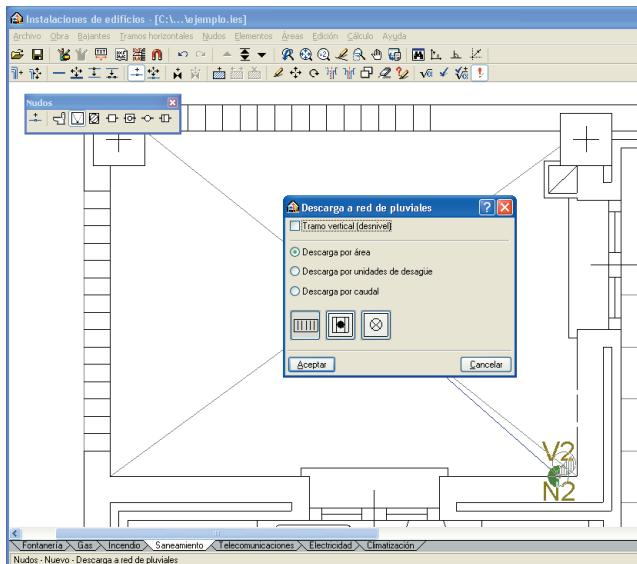
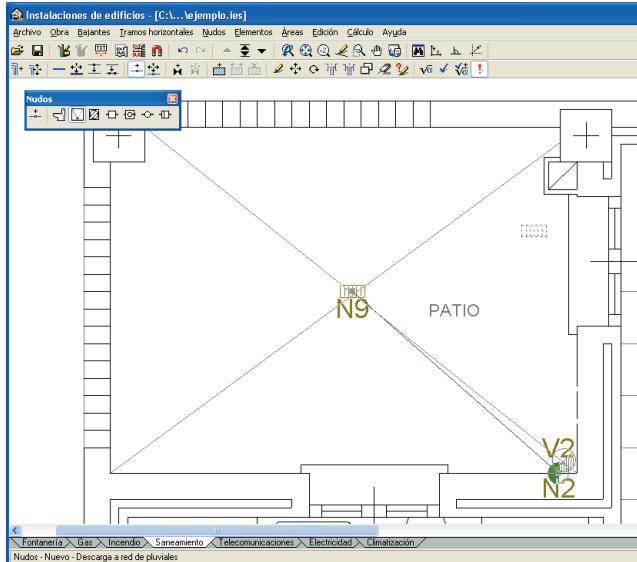

Fig. 5.25
Fig. 5.26
- Pulse en **Nudos>Nuevo** y seleccione el ícono correspondiente **Descarga a red de pluviales**, active **Descarga por área** (Fig. 5.25) y pulse **Aceptar**. Sitúe el sumidero en el extremo del ramal (Fig. 5.26).